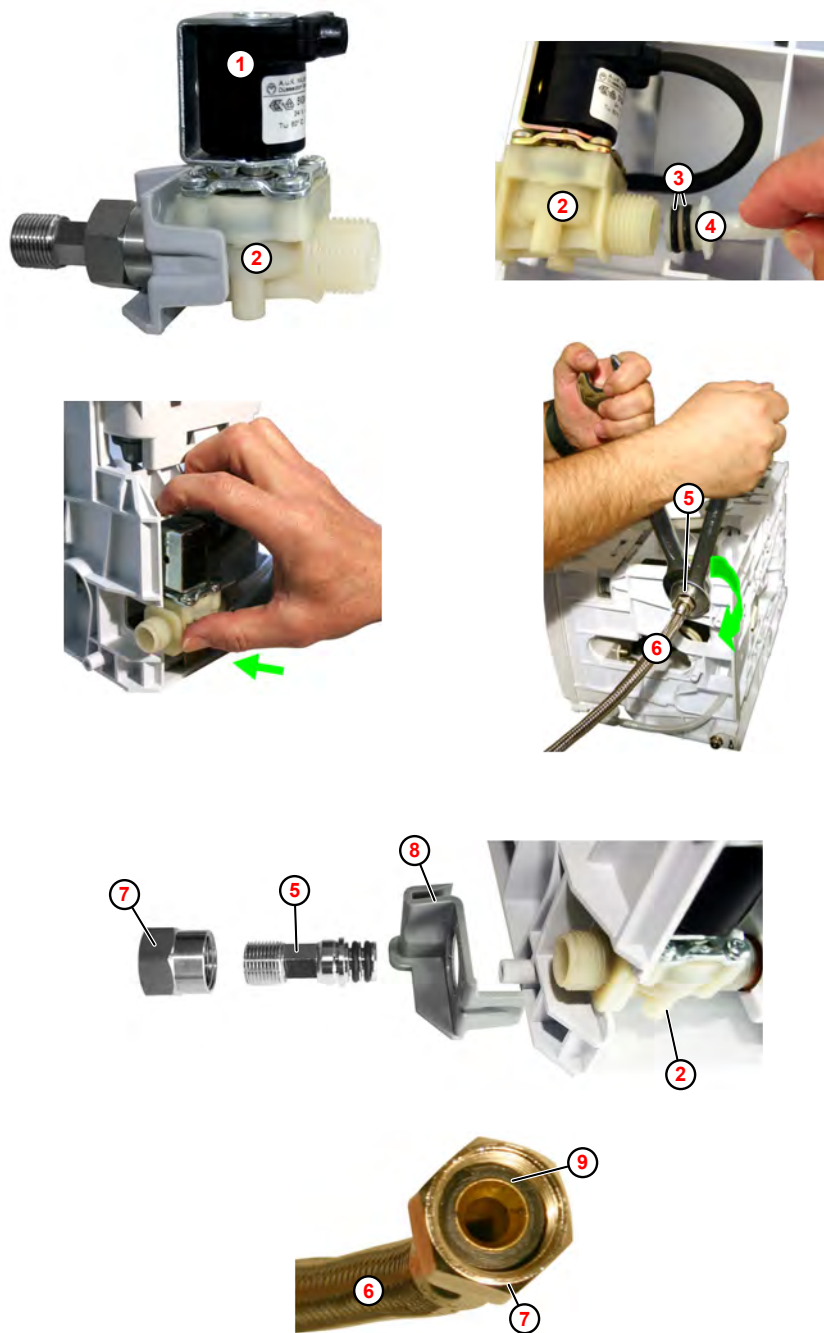

Fig. 21: Montaggio elettrovalvola
1. ➤ Premere la bobina (Fig. 21 , ①) contro il corpo valvola ② e allo stesso tempo ruotare in senso orario (verso destra) per ca. 30°, finché la bobina non scatta percettibilmente in posizione.
2. ➤ Pulire gli o-ring ③ sul nipplo di collegamento ④ con un panno privo di sfilacciamenti.
3. ➤ Inserire il nipplo di collegamento ④ nella valvola ② finché non diventa solidale con l'alloggiamento valvola.
5. ➤ Inserire l'elemento di fissaggio ⑧ sul corpo valvola e sull'alloggiamento.
6. ➤ Inserire l'adattatore di collegamento ⑤ con attenzione nel corpo valvola (rigido).
7. ➤ Avvitare il dado per raccordi ⑦ sul corpo valvola.
8. ➤ Avvitare il tubo di alimentazione ⑥ sull'adattatore di collegamento.